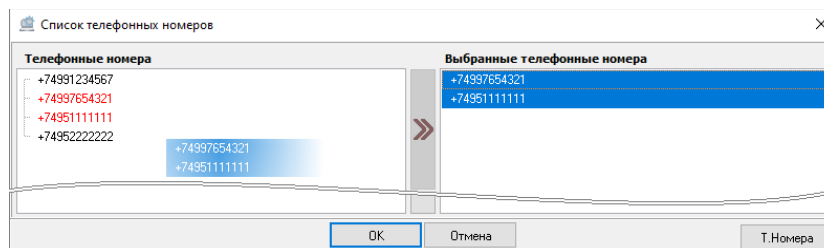

Рисунок 6-182 Отмена привязки телефонного номера к абоненту перетаскиванием
- в окне «Список телефонных номеров» в поле «Выбранные телефонные номера» выделите один или несколько телефонных номеров (для выделения сразу нескольких номеров нажмите и удерживайте на клавиатуре клавишу <Shift> для выбора диапазона или клавишу <Ctrl> для комбинированного выбора) и, удерживая нажатой левую клавишу мыши, перетащите выделенные телефонные номера в поле «Телефонные номера» (см. Рисунок 6-182).